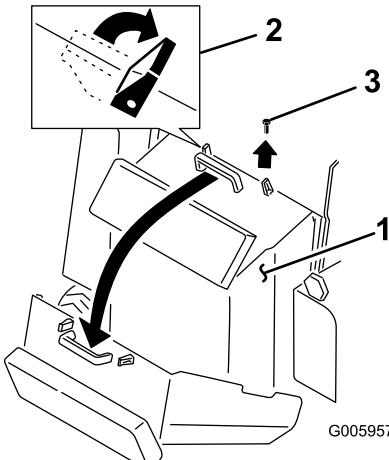

図 25
- 後アクセスカバーの上部についているロッキングタブ（2枚）を開放する（図 25）。
- 右ロッキングタブの隣のボルトを外す（図 25）。
- ハンドルを握り、カバーを持ち上げて後方に開く（図 25）。